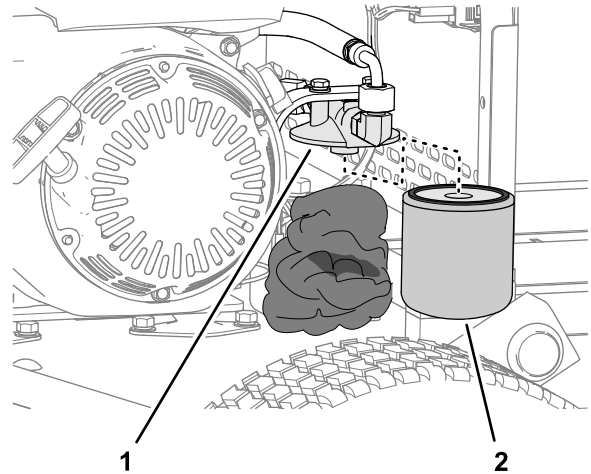

Bild 38
2. Legen Sie Lappen unter den Hydraulikfilter (Bild 38).
3. Entfernen Sie vorsichtig den Hydraulikfilter (Bild 38).
5. Montieren Sie den Filter von Hand am Filterkopf (Bild 38), bis die Dichtung den Filterkopf berührt, und ziehen Sie den Filter dann um eine Dreiviertel-Umdrehung weiter an.